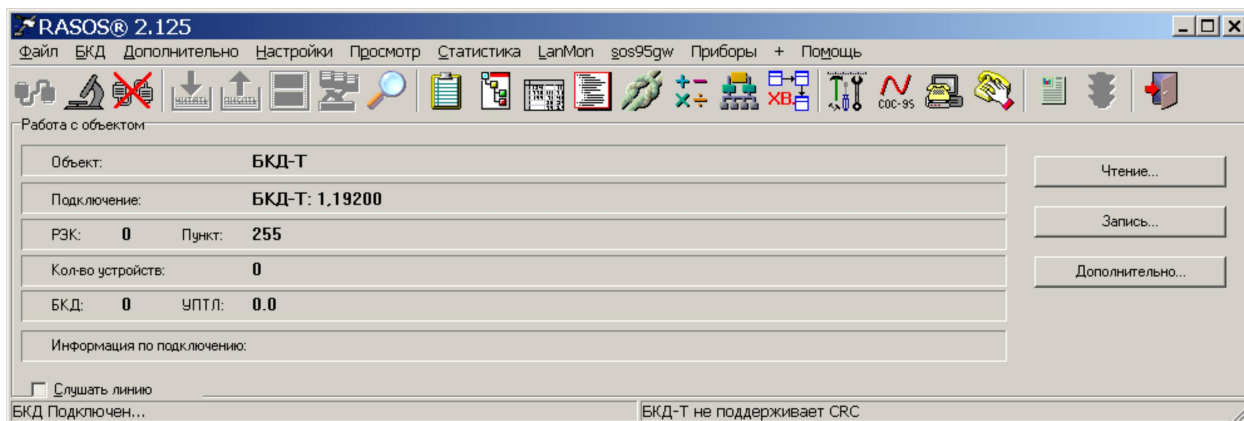

Рисунок 119
6) В программе RASOS произвести подключение к БКД-Т (рисунок 119). Проверить наличие сообщения «БКД подключен».